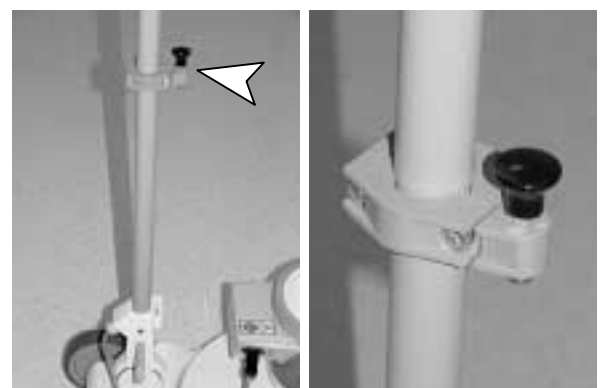

FIG. 2
1. Fixez la bride de support supérieure du réservoir de solution sur la poignée, comme indiqué ; ne serrez pas les boulons à ce moment. Clé allen 5 mm requise (Figure 2).